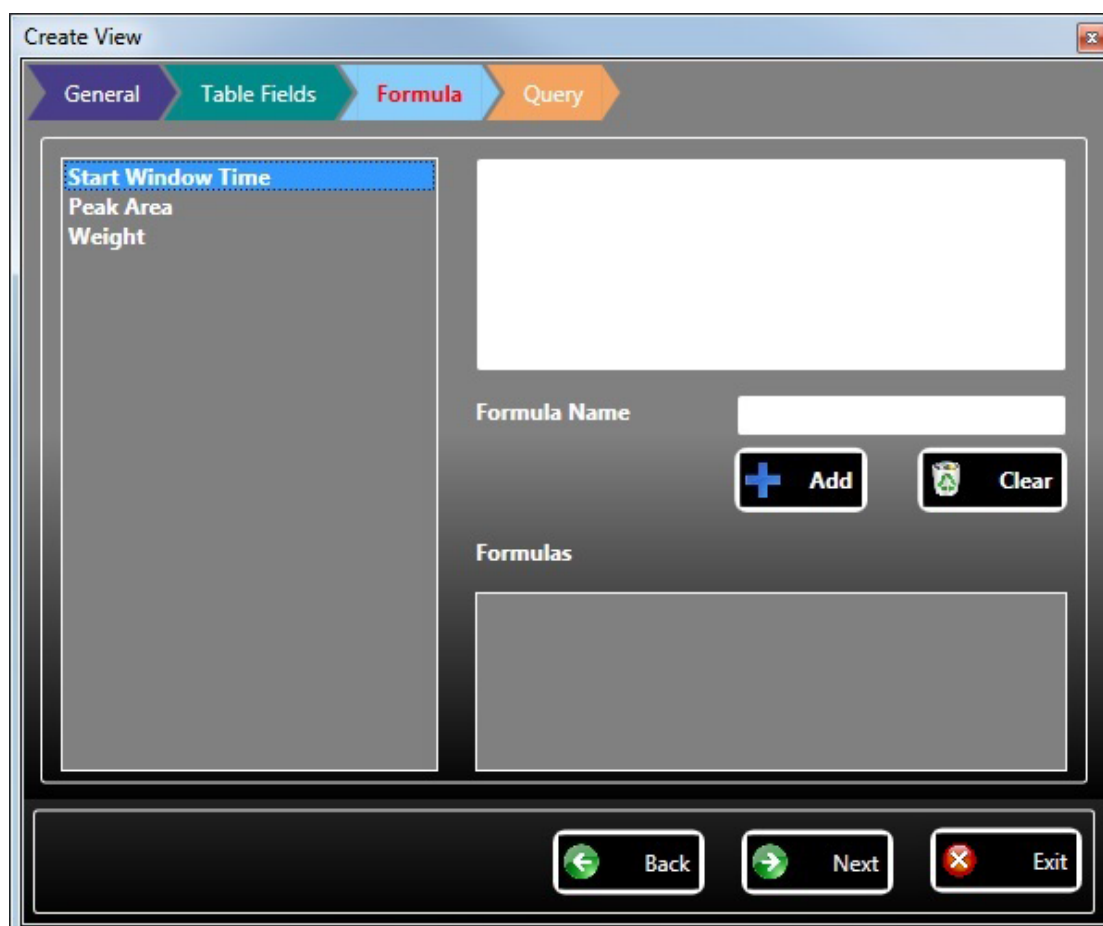

Figure 6-21
3. 所有的必选的项目通过自定义视图重复选择，然后单击下一步。显示在“公式”选项卡（见图6-21）。